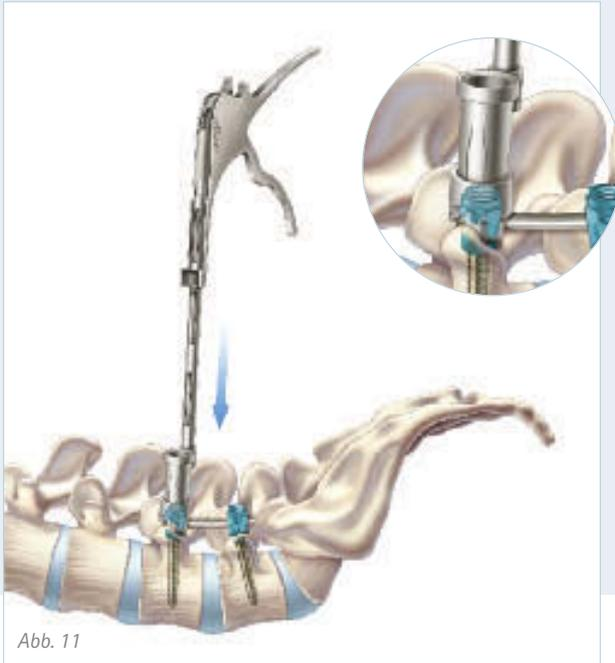

Abb. 11
- Ansetzen der Stabandrückzange (FW285R) über dem Schraubenkopf. Dabei muss die Stabandrückzange den gesamten Schraubenkopf umfassen (Abb. 11).